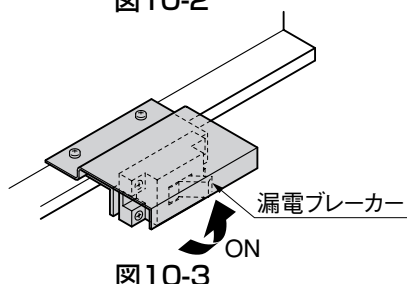

図10-3
- ③ AC100V一次側電源がきていることを確認してから漏電ブレーカーのスイッチを「入」にしてください。(図10-3参照)